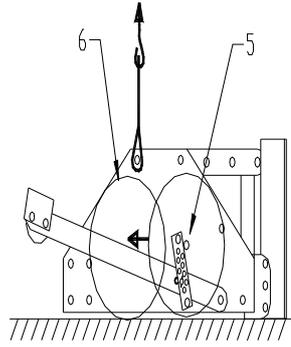

Fig. 2.
3. Levante lentamente a máquina. Lembre-se que a máquina pode ficar instável durante a inclinação, mas não deve cair no chão. Colocar o aparelho na horizontal sobre uma superfície plana, como mostra a Fig. 2.
4. Deite a máquina horizontalmente em chão plano, como mostra na Fig. 2.